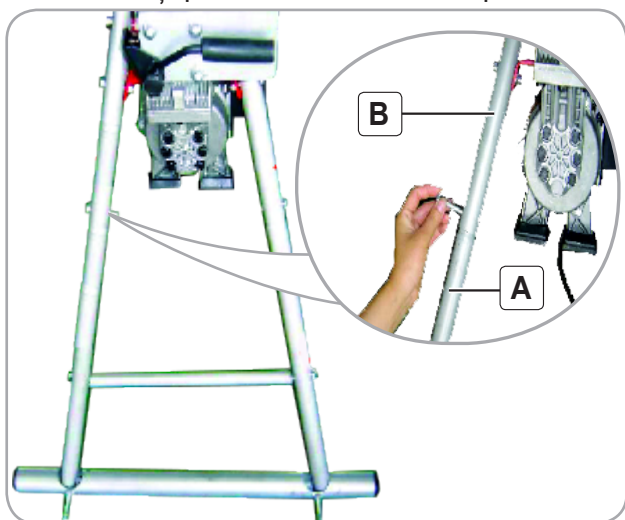

Fig.10
Conform Fig.10, conectați în ordine tija dreapta (C) la tija îndoită pentru a forma coloana stângă, după care blocați poziția. Similar și pentru coloana din dreapta.